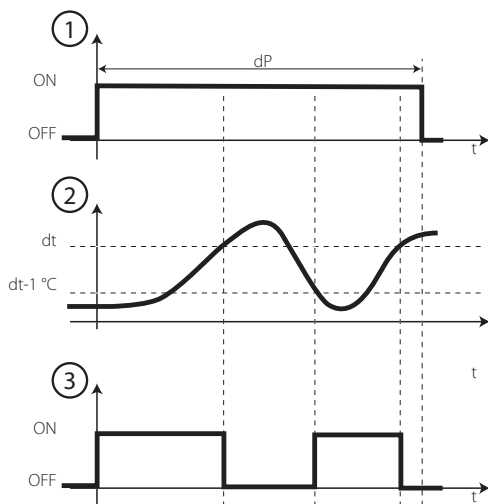

Fig. 4.g
- a tempo termostato (solo a resistenza); per un tempo programmabile: permette di attivare l'uscita di defrost solo quando la temperatura è al di sotto della soglia di fine sbrinatorio, garantendo risparmio energetico e uno sbrinatorio dell'evaporatore anche nelle situazioni più difficili (vedi Fig. 4.g).